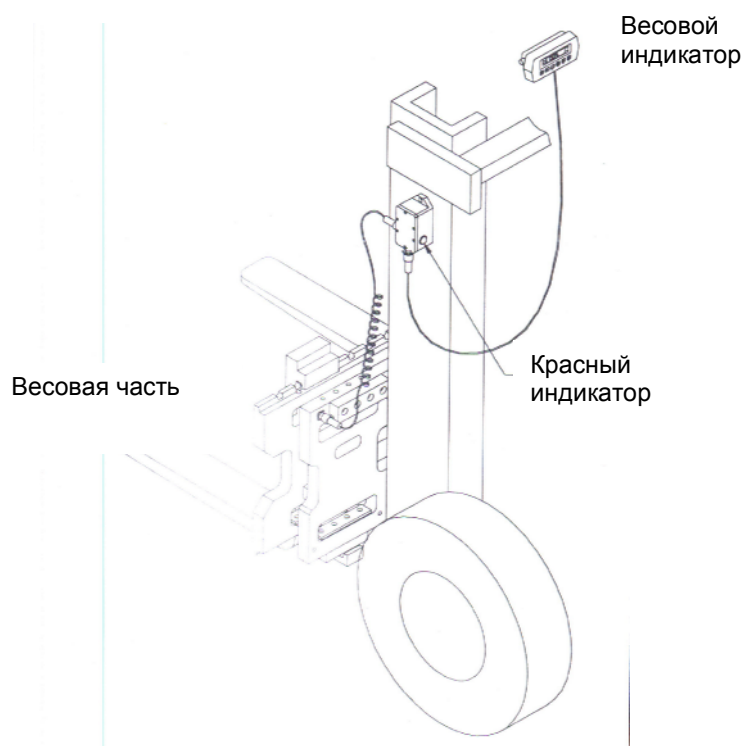

Рис.2
## Подготовка к установке (Рис.2)
10. Подключите соответствующие кабели (см рис.2).